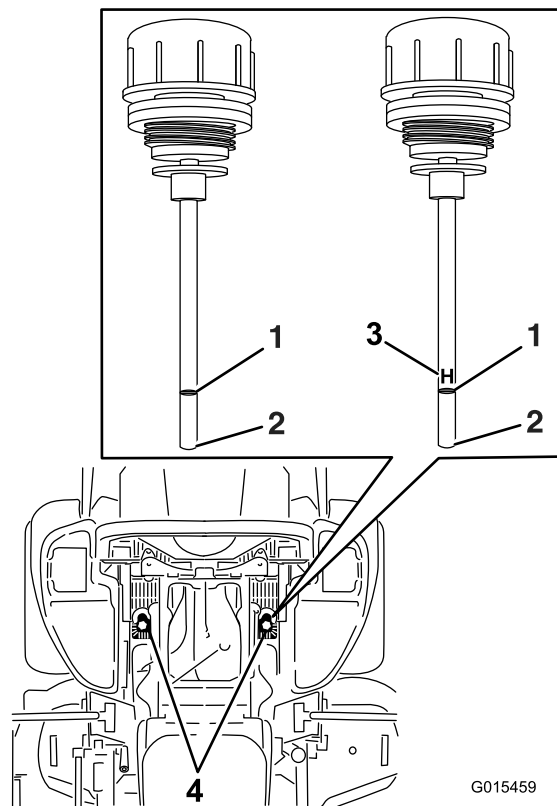

Figure 83
6. Nettoyez la surface autour des jauges des réservoirs du système hydraulique (Figure 83).
7. Sortez la jauge du réservoir hydraulique (Figure 83).
9. Ressortez la jauge et examinez l'extrémité (Figure 83). Si le niveau d'huile est au repère minimum, versez lentement la quantité d'huile qui convient dans le réservoir hydraulique pour faire monter le niveau jusqu'au repère maximum(H).